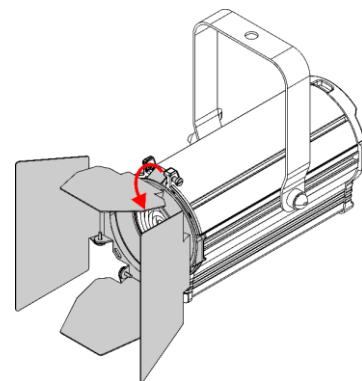

Fig. 09
- 03) Inserire il **telaio per gelatina (02)** verso il basso per rilasciare la **vite caricata a molla (01)** (cfr. Fig. 09). La barndoor verrà bloccata in posizione.